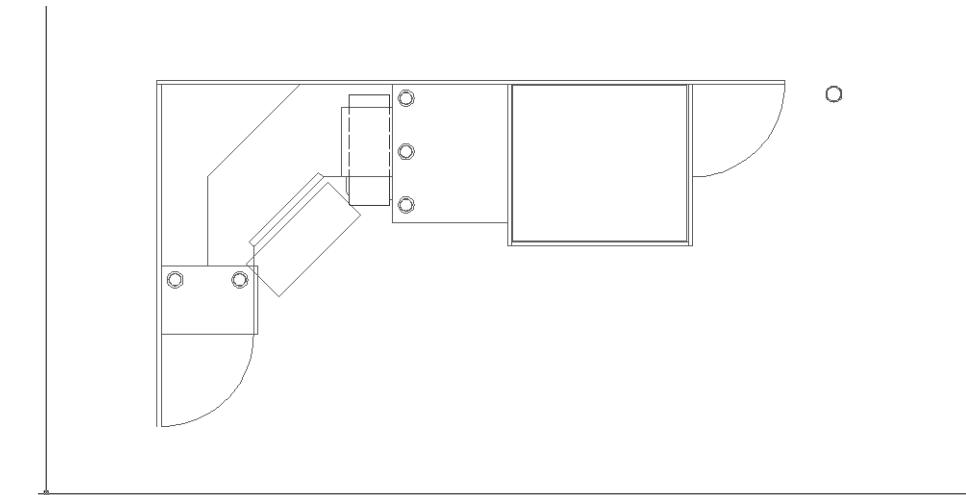

Рис. 6.28 ▼ Штрихи после настройки глобального масштабного коэффициента
- Вид контура системного блока изменится, поскольку штрихи станут различимыми (рис. 6.28). Если вас не устраивает выбранный масштабный коэффициент, можете попробовать задать другое значение (например, 4, 4.5 или 5.5).